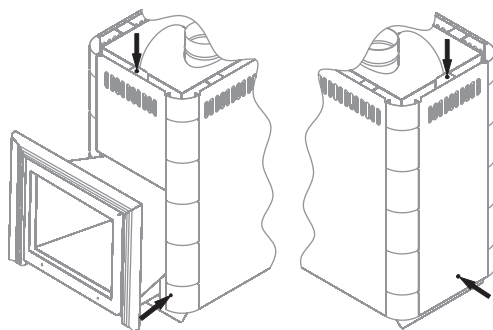

Рисунок 9. Винты для демонтажа конвектора печи «Ангара Витра»
2. Снять кожух-конвектор, открутив 5 саморезов (рисунок 9)